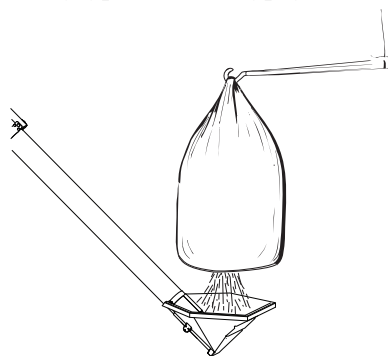

Figure 21.15
- 3 Nad plnicí násypku umístěte pytel s osivem/hnojivem a vysypte ho do násypky, "Figure 21.15".